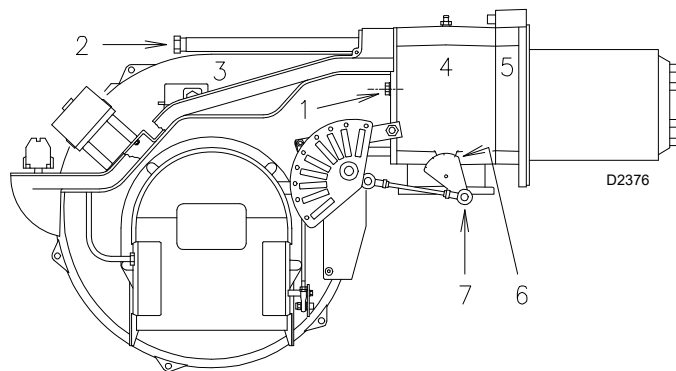

Fig. 18
- rimontare il bruciatore sulle guide 3) a circa 100 mm dal manicotto 4) - bruciatore nella posizione illustrata in Fig. 18;
- inserire il cavo della sonda ed il cavo dell'elettrodo e quindi far scorrere il bruciatore fino al manicotto, bruciatore nella posizione illustrata dalla Fig. 18;